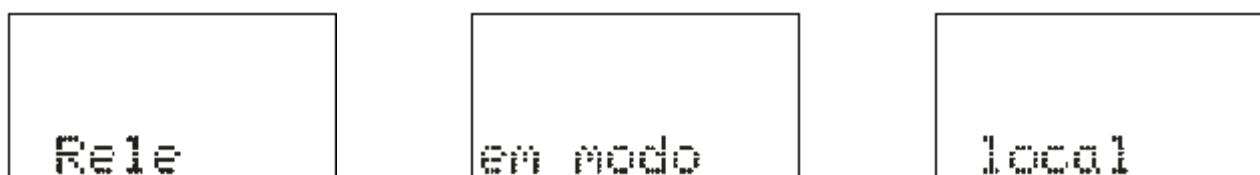

Figura 3.8: Relé em modo de programação local.
- a) Pressionar a tecla **L R** e o relé entra em modo de programação e atuação local e o led de programação e atuação local ou remota acende. A IHM local sinaliza a operação realizada conforme figura 3.8. Em modo local o relé bloqueia a programação e atuação na **Serial 1** (RS485 ou RS232) e a atuação através da **Serial 2** (USB). Neste modo as teclas **L** e **D** de atuação local do disjuntor são liberadas.